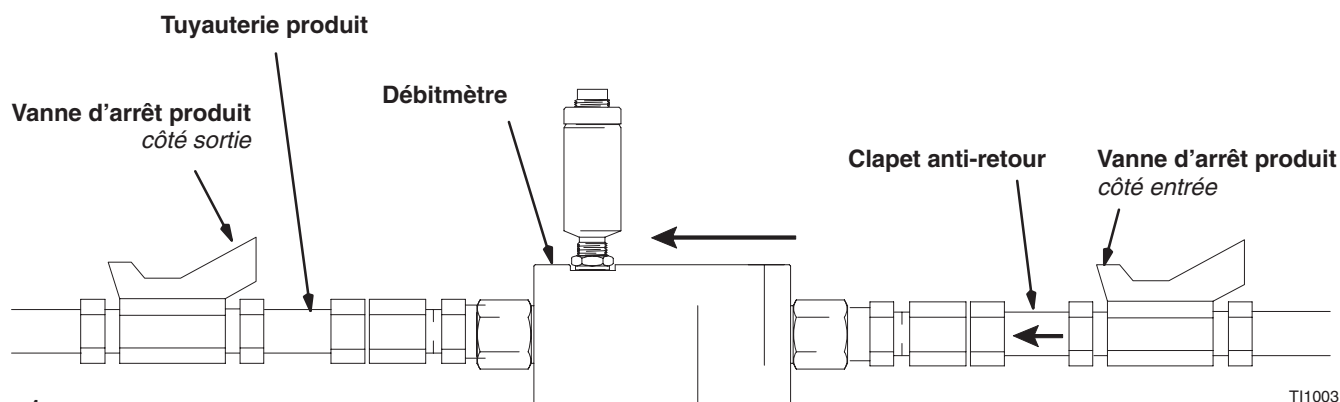

Fig. 1
- Voir la Fig. 1 pour l'implantation et l'installation du débitmètre, des raccords et des vannes d'arrêt produit. Monter un clapet anti-retour en amont du débitmètre pour empêcher tout reflux. Les flèches tracées sur le débitmètre et le clapet anti-retour indiquent le sens d'écoulement.